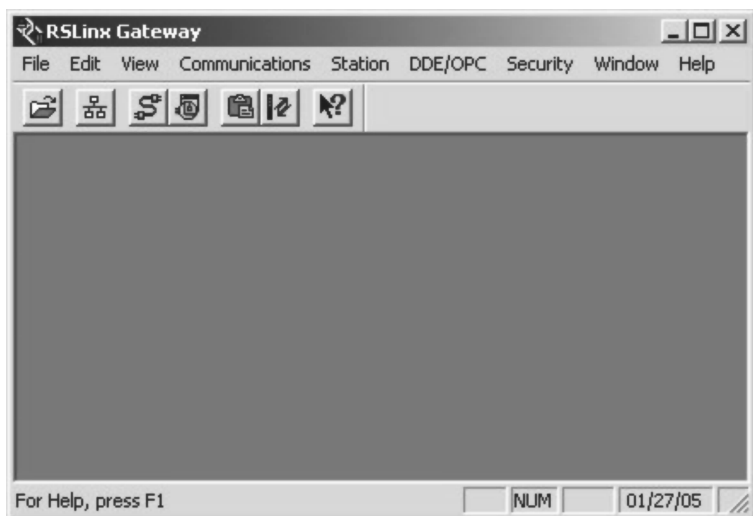

图 17-1 RSLinx 工具栏菜单
3. 在 RSLinx 中的工具栏菜单上, 选择“DDE/OPC > 主题组态”(DDE/OPC > Topic Configuration), 如图 17-1 所示。